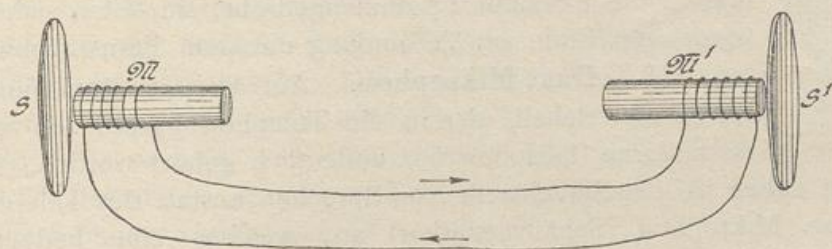

Abb. 695.
11. Erregungsstrom beim Fernsprechen. In Abb. 695 seien M und M^1 zwei Magnete (Stabmagnete), um jeden ist eine Drahtspule gewunden, deren Enden zu einer ordnungsmäßigen Leitung verbunden sind. Vor der Stirnseite (Pol) eines jeden Magneten befindet sich,